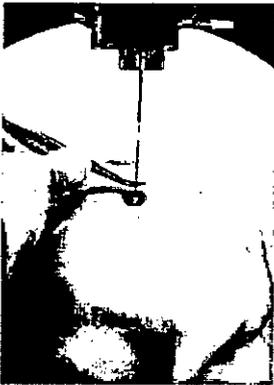

Figura 52
22. Sujete la sonda con la punta suave, con las pinzas recubiertas de goma al lado del cráneo. (Ver Figura 52)